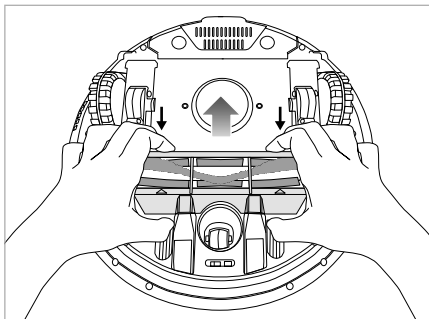

Abb. 15
1) Drücken Sie die Oberseite der Bürstenrollenabdeckung **23** zurück, um sie vom Gerät abzunehmen (siehe Abb. 15).